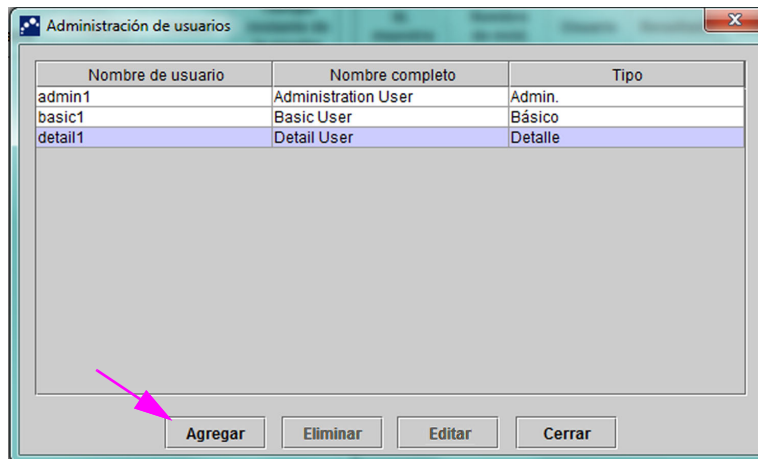
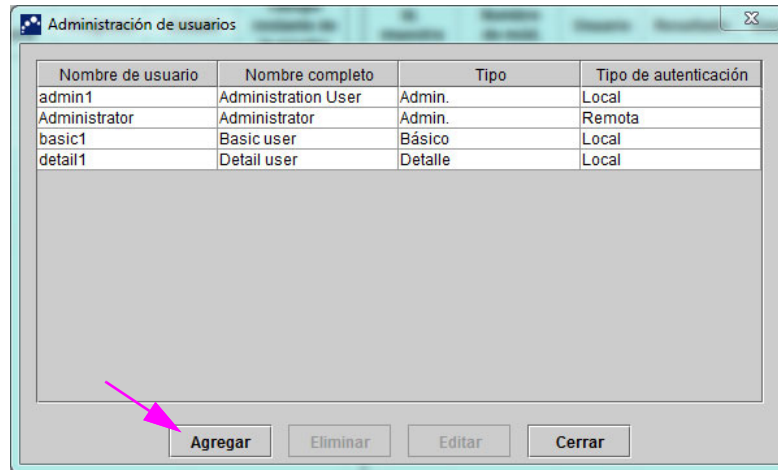

Figura 2-70. Cuadro de diálogo Administración de usuarios
Figura 2-71. Cuadro de diálogo Administración de usuarios para usuarios remotos
2. En la ventana del sistema GeneXpert Dx (consulte la figura 2-55), en el menú **Configurar**, haga clic en **Administración de usuarios**. Se abrirá el cuadro de diálogo Administración de usuarios. Consulte la figura 2-70 si desea añadir un usuario local, o la figura 2-71 para añadir un usuario LDAP remoto.
1. En la ventana GeneXpert Dx System (consulte la figura 2-55), menú Configurar, haga clic en **Administración de usuarios**. Aparece el cuadro de diálogo Administración de usuarios. Consulte la figura 2-70.